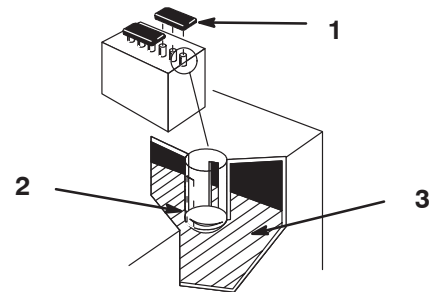

Bild 25
2. Entfernen Sie die Fülldeckel. Wenn der Füllstand das untere Rohrteil nicht erreicht (Bild 25), füllen Sie genug destilliertes Wasser nach; siehe „Nachfüllen von Wasser in die Batterie“ auf Seite 29.